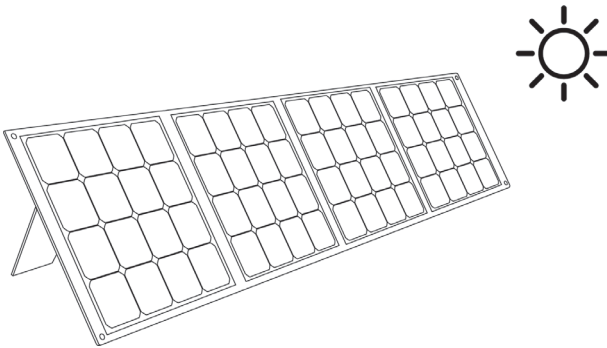

Рисунок 2. Схема розташування виробу під час роботи.
5.1.2 Розкласти та розташувати виріб на освітленій поверхні за допомогою приставної опори під прямими променями сонця (рис. 2).